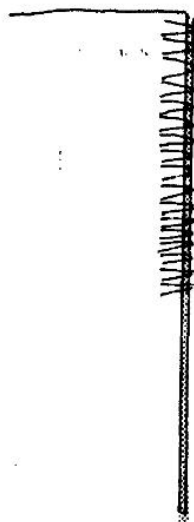

Рис. 102
2. Обметайте срезы припусков швом «зигзаг» (Ш,4 — Д,1). В крайнем правом положении игла должна проходить мимо ткани (рис. 102).